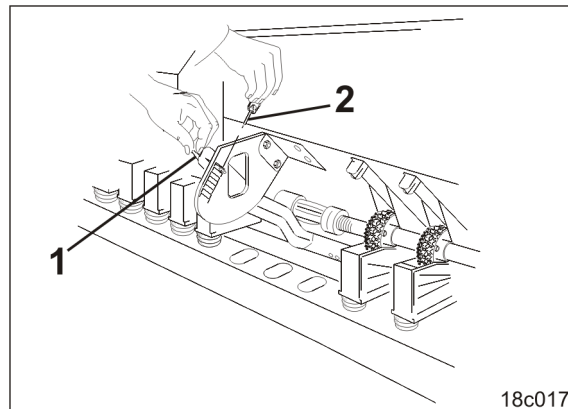

Fig. 70
1. Stellen Sie den Bodenklappenhebel (Fig. 70/1) auf den Tabellenwert (siehe Fig. 28, Seite 51) ein.
2. Den Bodenklappenstellhebel mit einem Klappstecker (Fig. 70/2) sichern.